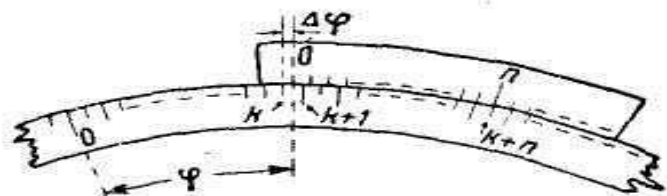

Рис.4
Точность кругового нониуса будет выражаться формулой, совершенно аналогичной формуле (1),  $\Delta\alpha = \frac{\beta}{m}$ . Отсчитываемые от нуля лимба углы (рис. 4) будут вычисляться,